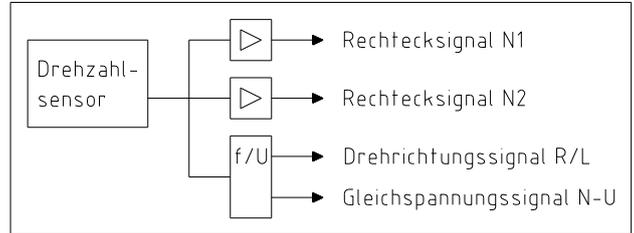

Bild 16
5.3 Automatischer Nullpunktgleich (siehe Bild 16)